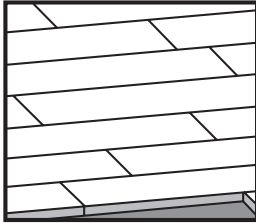

FIGURE 1.1 (CORRECTE)
**ÉTAPE 9:** Il est suggéré d'espacer les joints d'au moins le double de la largeur d'une latte. Par exemple, pour des lattes de 3 1/4 po de largeur, distancez les joints de 6 1/2 po. Il se peut que certaines largeurs ne vous permettent pas de placer les joints à une distance double de largeur. Harmoniser si possible l'apparence. Si disponible, une cloueuse à clous à tête perdue constitue l'outil idéal pour accélérer le clouage en surface et le clouage invisible. Assurez-vous qu'il y a un clou à environ 1 ou 2 po de chaque bout de la latte. Référez-vous aux figures 1.1 et 1.2.